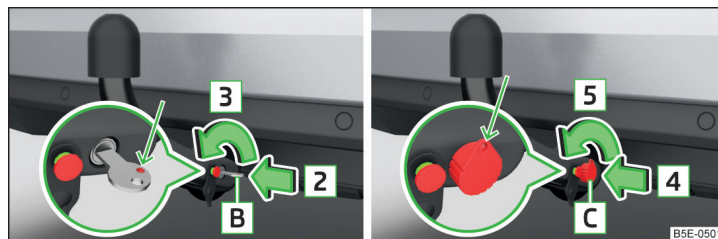

Fig. 175 Deblocarea încuietorii: varianta de cheie 1 / varianta de cheie 2
- Rotiți cheia [B] în sensul săgeții [3], în așa fel încât marcajul roșu al acesteia să indice înspre în sus » fig. 175.
- Rotiți cheia [C] în sensul săgeții [5], în așa fel încât urechea cheii să fie orientată spre în sus » fig. 175.